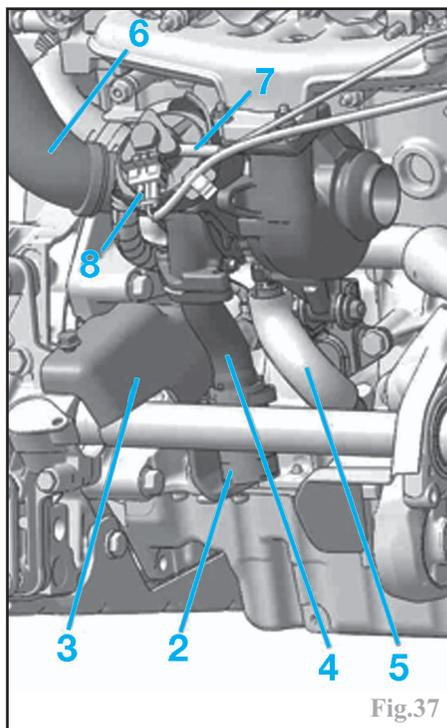

Fig.37
-le conduit d'entrée d'air du turbocompresseur (6) (Fig.37).